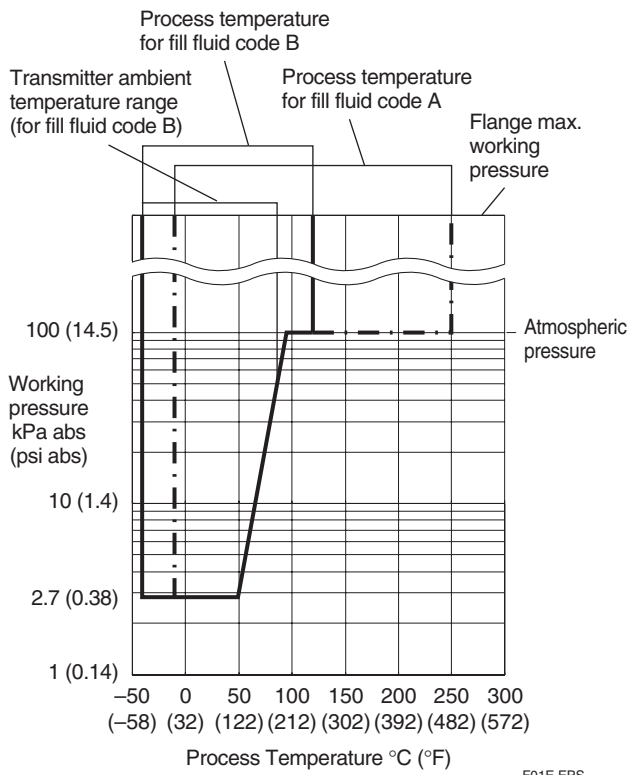

图1 工作压力和过程温度
大气压或低于大气压见图1。
*1: 见图1“工作压力和过程温度”。